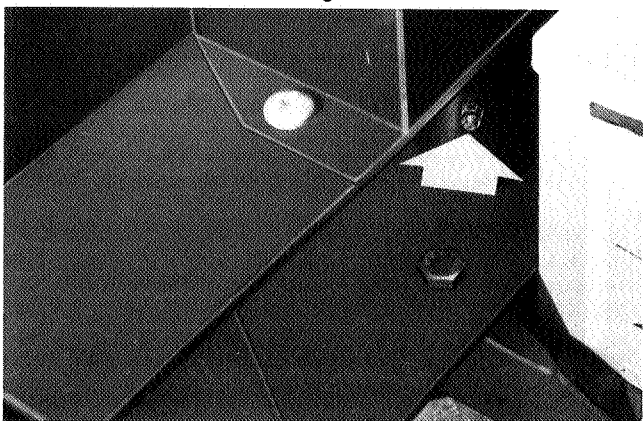

Fig.30
- (c) Rear wheel pivot (Fig. 30).
- (c) Hinterradlagerzapfen (Fig.30).
- (c) Pivot de roue arrière (Fig.30).